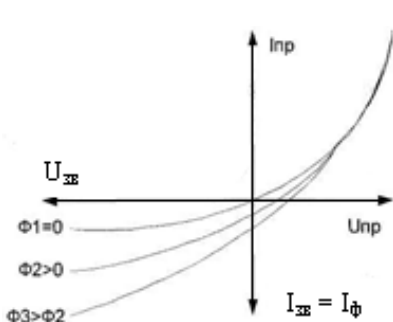

Рис. 3.19. ВАХ фотодіода.
1) вольт-амперна характеристика $I = f U$ (рис. 3.19);